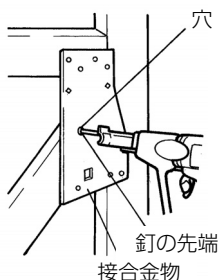

図 13
(4) 接合金物への釘止め作業
- 釘の先端が必ず接合金物の穴に入ったことを確認してから打ち込んでください。（図 13）